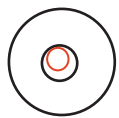

図 10 円内での気泡ずれ例
- * 円内での気泡移動および、ずれは自動補正機構により精度補正されます。特に調整は必要ございません。(図 10)